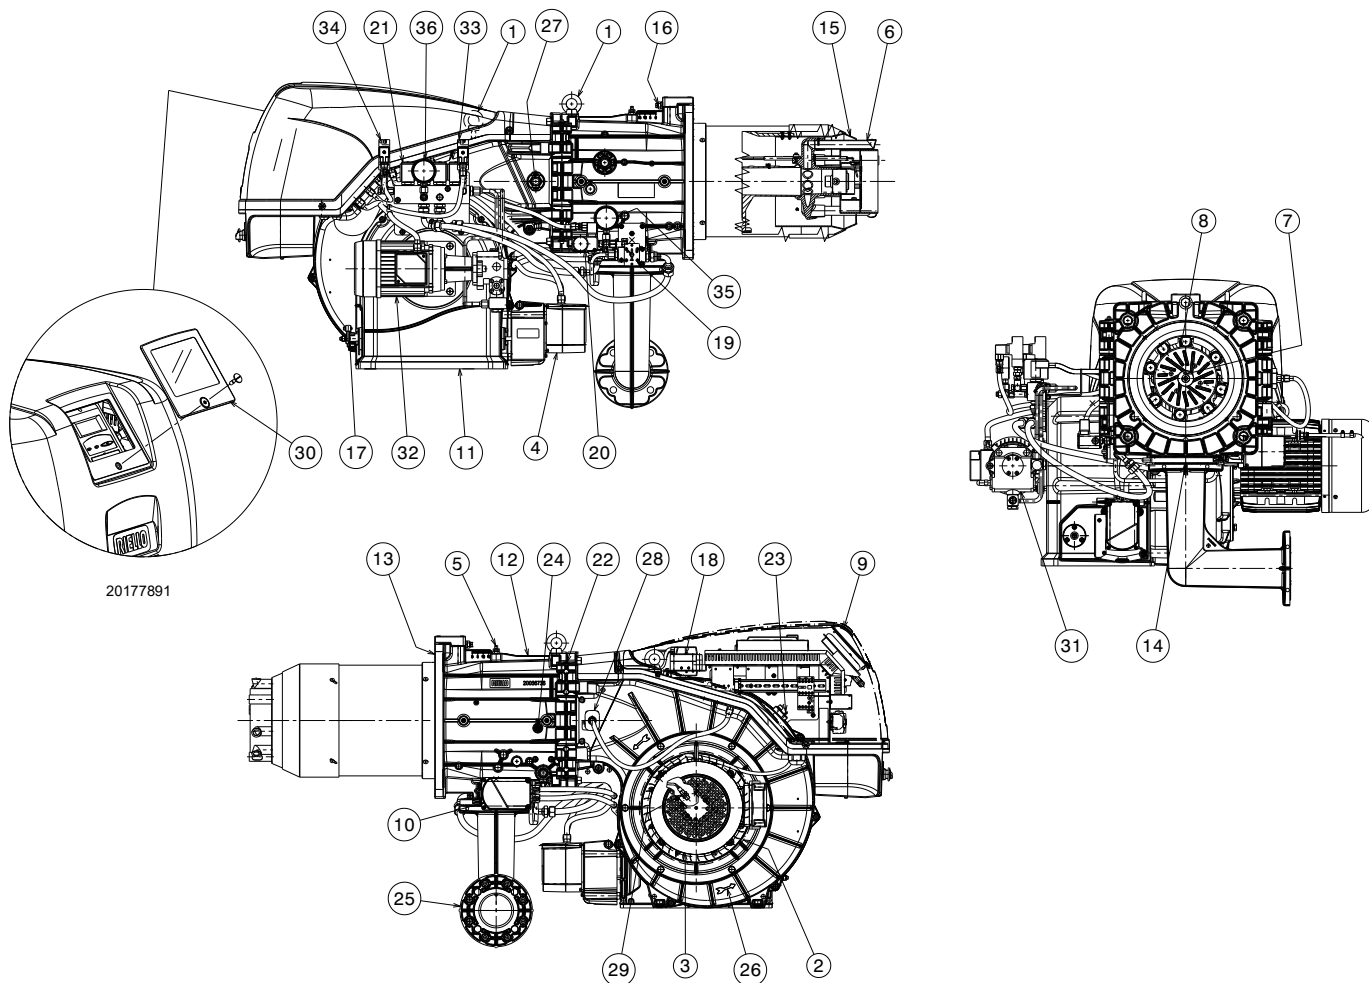

Fig. 5
- (1) Condiții de referință: Temperatura ambientală 20°C - Temperatură gaz 15°C - Presiune barometrică 1.013 mbar - Altitudine 0 m s.l.m.
(2) Presiune la intrarea presostatului 5)(Fig. 5 la pag. 12) cu presiune zero în camera de ardere și la puterea maximă a arzătorului.
(3) Presiune acustică măsurată în laboratorul de ardere al producătorului, cu arzătorul funcțional pe centrala termică de probă, la putere maximă.